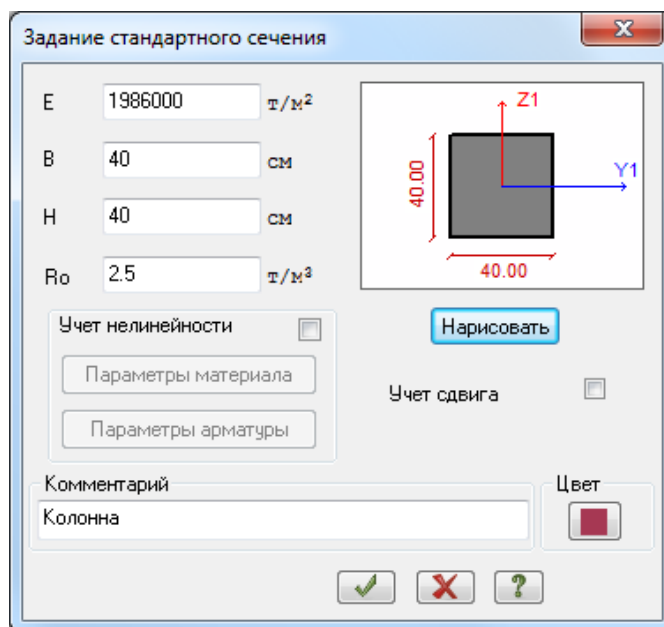

Рис.18.7. Диалоговое окно **Задание стандартного сечения**
- Нажмите галочку **Применить** (рис. 18.7).